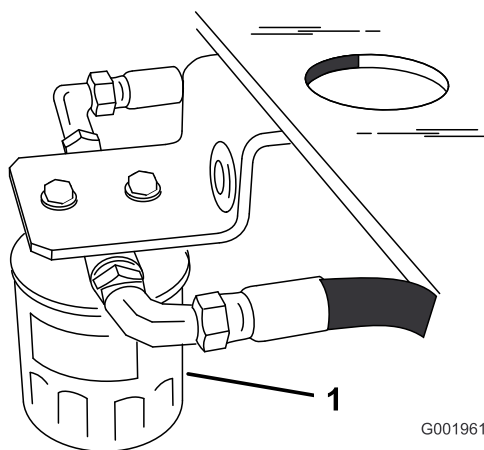

Figura 48
4. Individuate il filtro situato sotto il serbatoio carburante e collocate un bacinella di spurgo sotto il filtro (Figura 48).